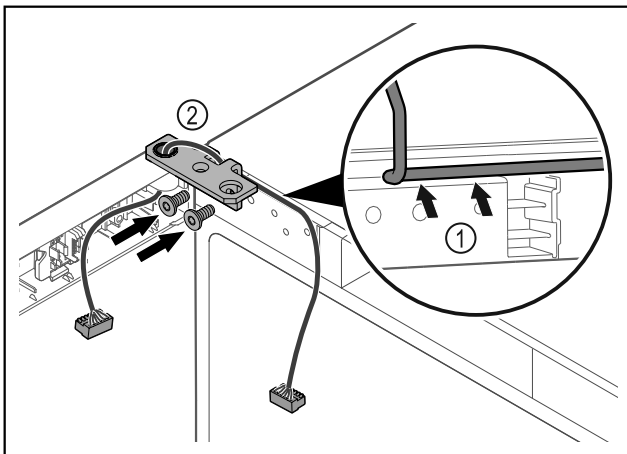

Fig. 47
- ▶ Kabel door de uitsparing van de scharnierhoek leiden en voorzichtig monteren Fig. 47 (1).
- ▶ Scharnierhoek Fig. 47 (2) vastschroeven.